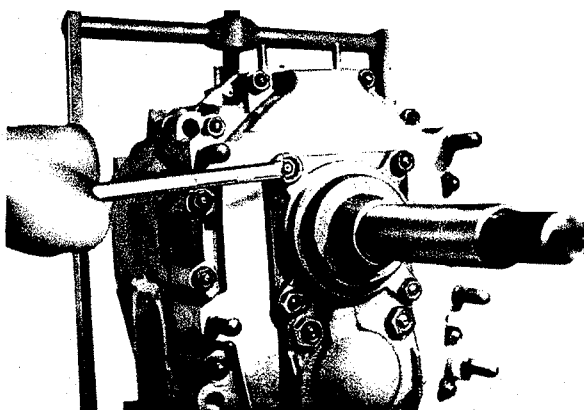

Fig. 7
6.1 Devisser les écrous (102) et retirer la bride du palier de débrayage (201) (fig. 7). En pressant, retirer de la bride la bague d'étanchéité (203).